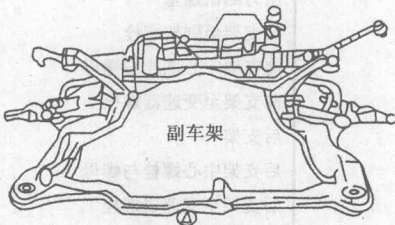

图 1.18 拆下副车架
⑫ 拆下副车架固定螺栓和副车架，如图 1.18 所示。拆下发动机和自动变速器连接螺栓，用千斤顶拆卸自动变速器总成。
(2) 自动变速器的安装